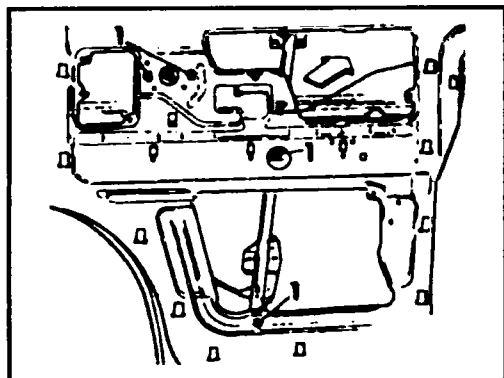

Рис. 10.28 Болты крепления штанги стеклоподъемника
- ◆ Отверните болты (1, см. рис. 10.28) крепления штанги стеклоподъемника.
- ◆ Штангу вместе с приводом осторожно выньте через верхний проем (см. по стрелке). Установка выполняется в обратной последовательности. Болты (1) затяните моментом 8 Нм.